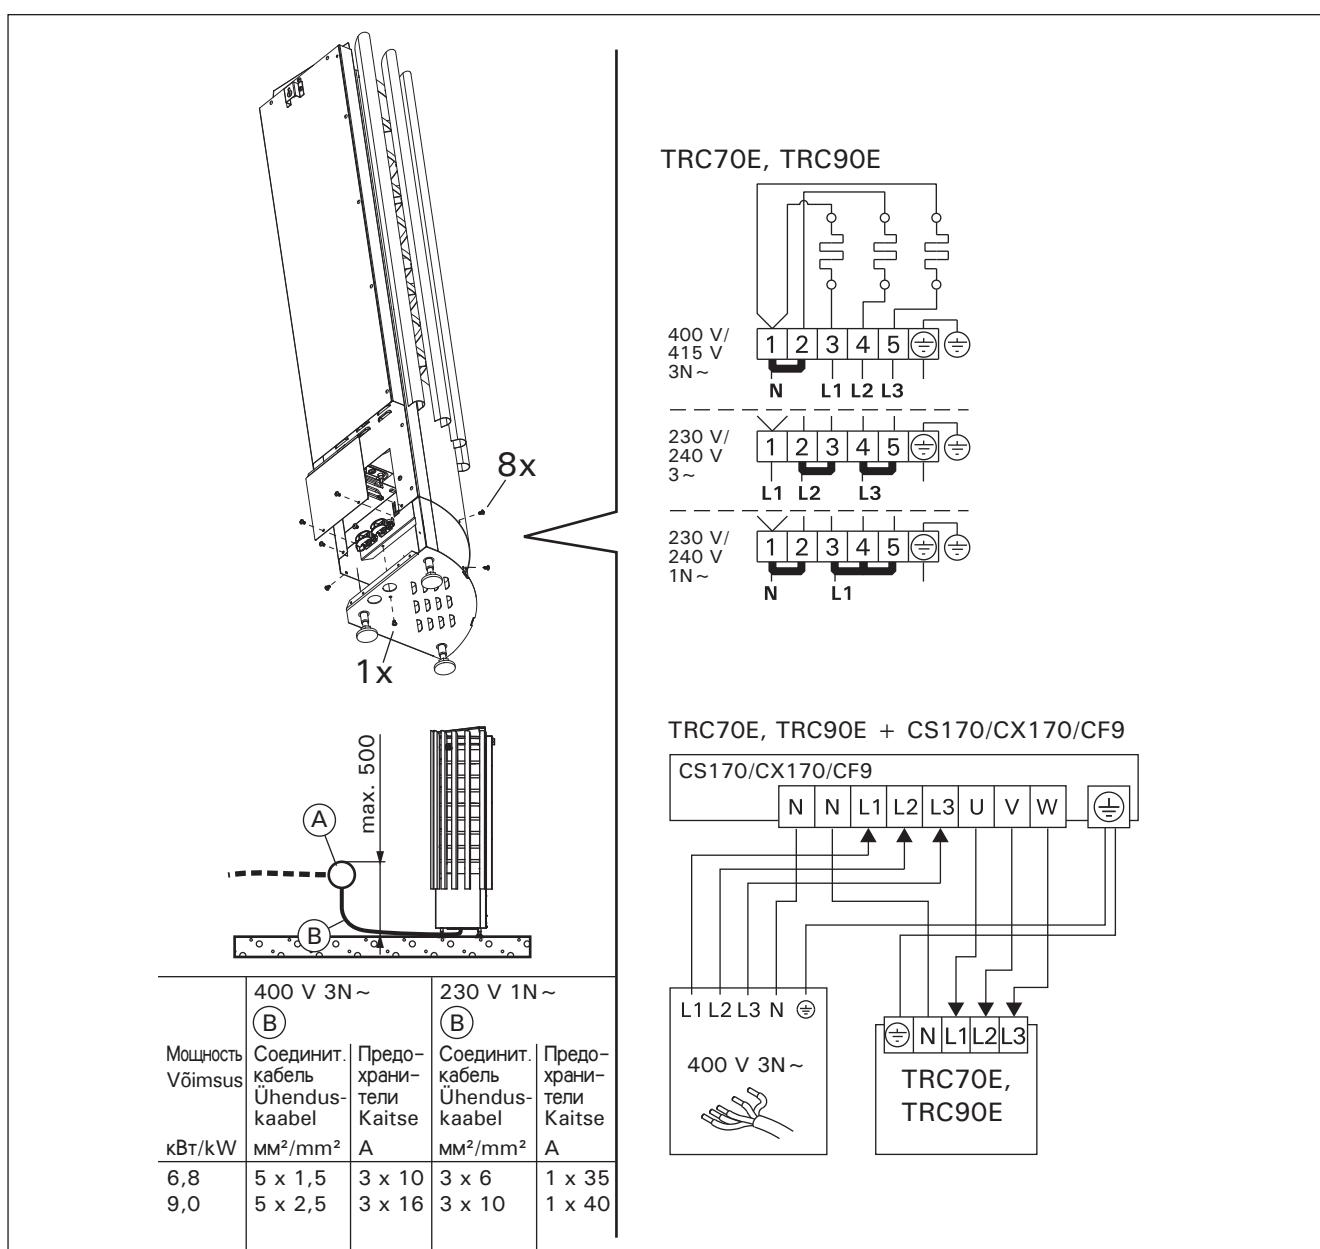

Рисунок 5. Электромонтаж
- Каменка гибким проводом подсоединяется к соединительной коробке (рис. 5: A) на стене сауны. Соединительная коробка должна быть брызгозащищенной и находиться на расстоянии не более 500 мм от пола.
- В качестве кабеля (рис. 5: B) следует использовать резиновый кабель типа HO7RN-F или подобный.